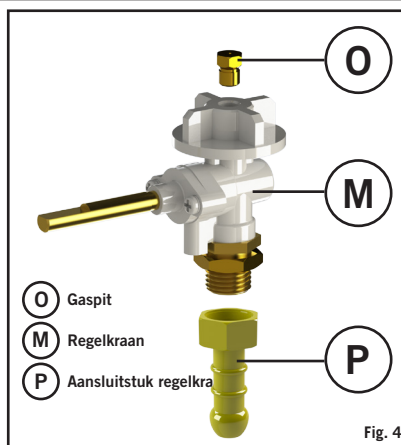

Fig. 4
**Toestel categorieën:** I 3B/P (30), I 3+ (28-30/37) and I 3B/P (37), (DK, FI, NO, NL, SE, AT, DE, BE, ES, FR, IE, IT, PT, GB, CH)
- Sluit op het andere uiteinde een geschikte 30 mbar lage druk (I 3B/P (30), I 3+ (28-30/37) Butaan configuraties) aan of een 37 mbar lage druk gasregelaar (I 3+ (28-30/37) Propaan configuratie), en ervoor zorgen dat de slang goed geplaatst zit. De gas slang die gebruikt wordt moet voldoen aan de norm BS 3212:1991/SABS 1156-2 of gelijkwaardig. In Zuid Afrika moet de gasregelaar die gebruikt wordt voldoen aan de norm SANS 1237.
**Toestel categorieën:** I 3B/P (50) (AT, DE)
- Schroef een gas slang, met op beide uiteinden de juiste fittingen met schroefdraad, op de linkse 1/4" BSP schroefdraad van de regelkraan (O) (Fig.4). Sluit een geschikte 50 mbar lagedruk gasregelaar aan op het andere uiteinde van de gas slang. De gas slang die wordt gebruikt moet voldoen aan de norm DIN 4815 deel 2 of gelijkwaardig.